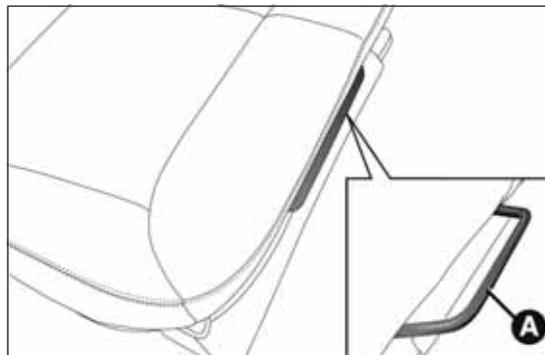

fig. 2
- actuando en la palanca A fig. 2 desplazar hacia delante el asiento de la segunda fila;